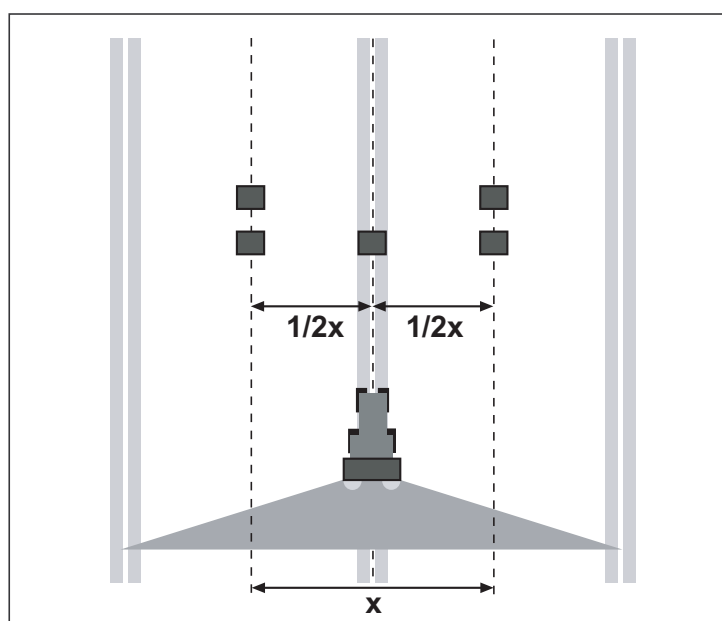

Imagen 4.4: Disposición para una pasada
- Colocar dos bandejas colectoras a una distancia de **1 m** una detrás de otra en las zonas de solapamiento (entre los carriles) y una bandeja colectora en el carril (según Imagen 4.4).